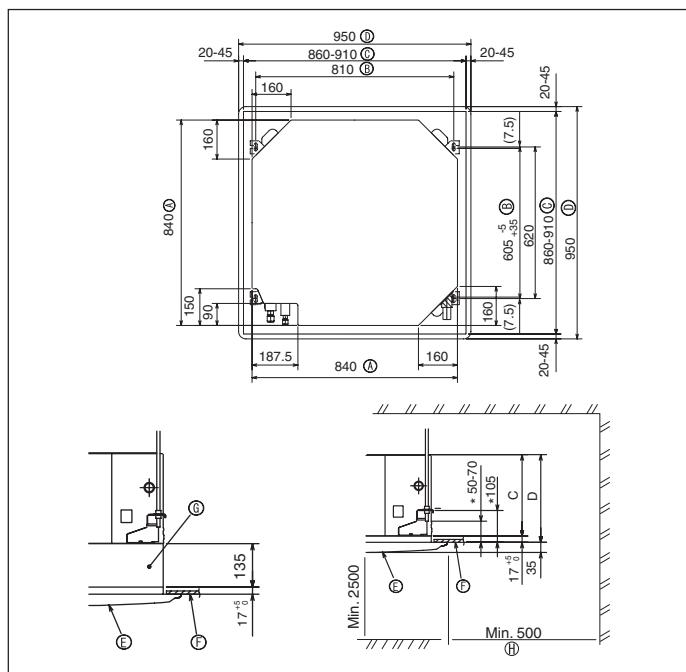

Fig. 3-2
①	Mal voor installatie	1
②	Sluitring (met isolatie) Sluitring (zonder isolatie)	4 4
③	Pijpisolatie (voor koppeling van koelleiding)
④	kleine diameter grote diameter	1 1
⑤	Band	8
⑥	Schroef met ring (M5 x 25) voor montage van de gril	4
⑦	Aftapbus	1
⑧	Isolatie	1
⑨	Flensmoer 1/4F (P60)	1
3.2. Plafondopeningen en posities voor installatie van de ophangbouten (Fig. 3-2)
* De afmetingen van de plafondopeningen kunnen aangepast worden binnen de begrenzingen zoals afgebeeld in Fig. 3-2; u moet dus het apparaat tegen de plafondopening centreren, waarbij u ervoor moet zorgen dat de respectieve tegengestelde zijden aan alle kanten van de opening hetzelfde zijn.